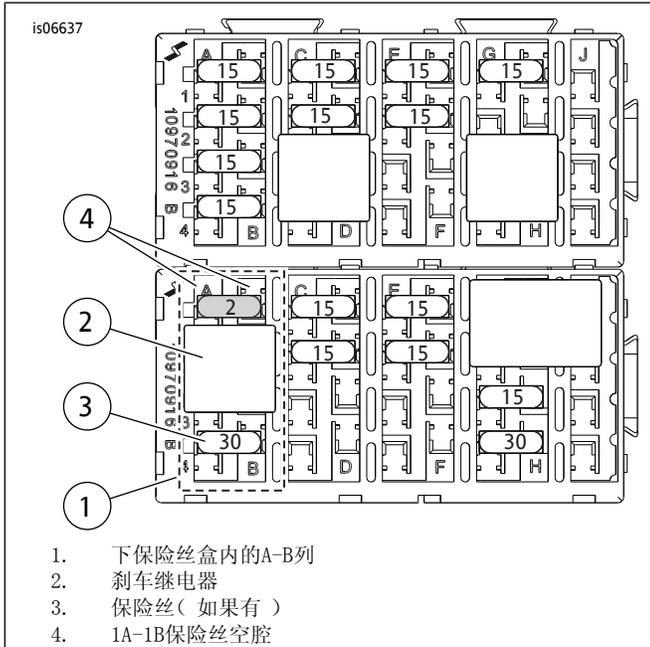

图14。P&A IGN保险丝空腔（2008年款及之后的Touring车型）
- 参见图14。找到下保险丝盒(1)中的保险丝空腔1A-1B(在盒盖上标有“P&A IGN”和“2A MAX”)。拆下当前安装在A-B列中的刹车继电器(2)和保险丝(3, 如果有), 注意它们的位置。